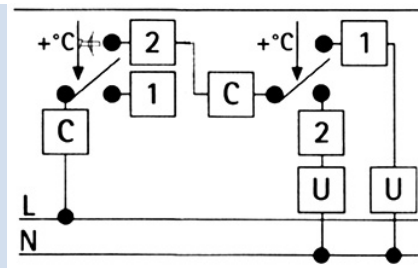

fig 7
**ПОДКЛЮЧЕНИЕ (рис. 7) ОГРАНИЧЕНИЯ**